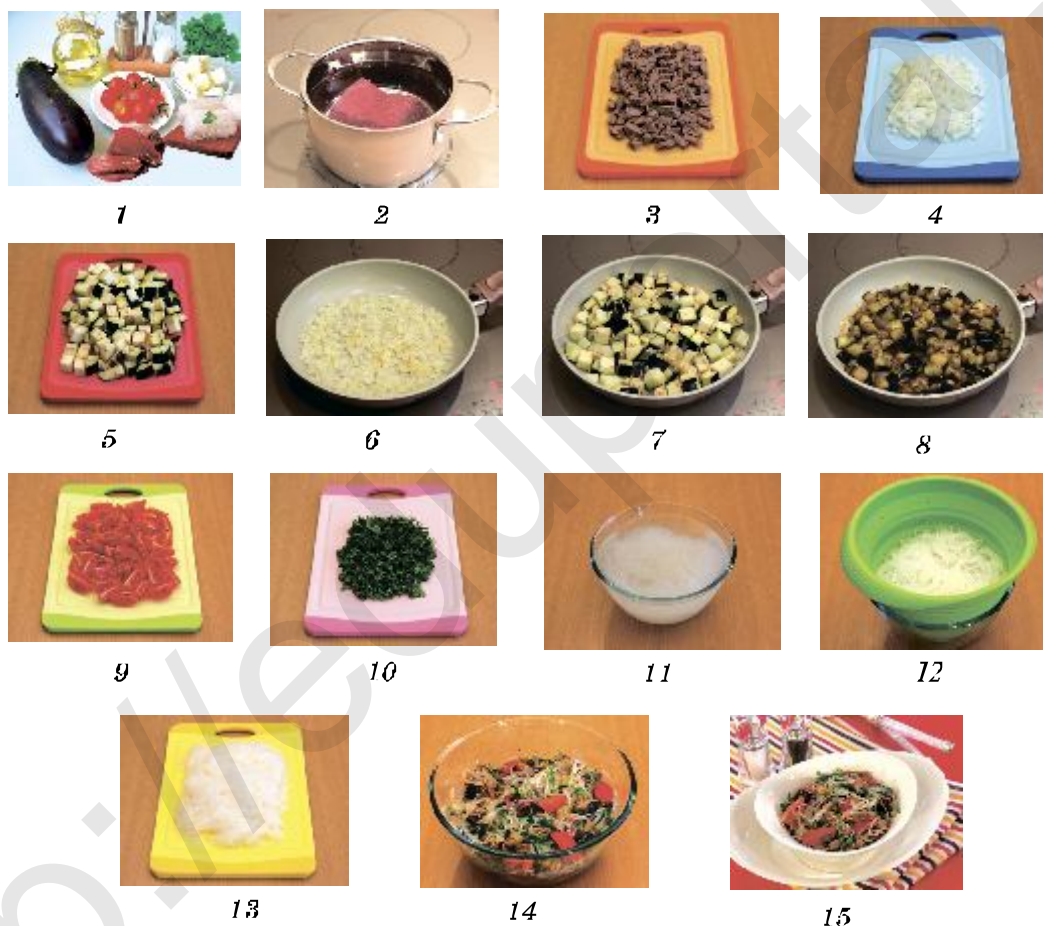

Рис. 50. Процесс приготовления салата
1. Говядину варят в течение 40 минут, потом обжаривают на растительном масле. Готовую говядину охлаждают и режут на мелкие кусочки (рис. 50).